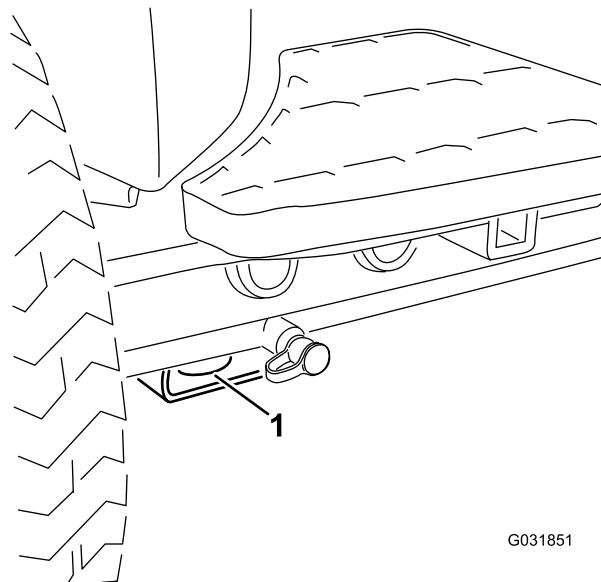

Figure 25
- **Avant de la machine** – trou du patin rectangulaire, sous le tube d'essieu, à l'intérieur de chaque roue avant (Figure 25).